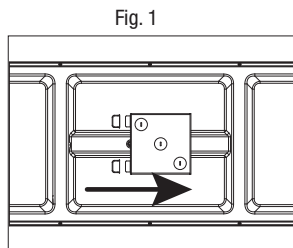

Fig. 1
2. Repérez la boîte de jonction du luminaire à l'arrière du luminaire. Enlevez la boîte de jonction du luminaire en la glissant parallèlement le long du luminaire vis-à-vis des languettes de la boîte de jonction (Fig. 1). Enlevez les entrées défonçables adéquates pour câbler le bloc d'alimentation. Pour retirer, vous n'avez qu'à placer un tournevis à tête plate sur l'entrée défonçable et frapper brusquement avec un marteau (Fig. 2). Retirez la pastille avec des pinces.